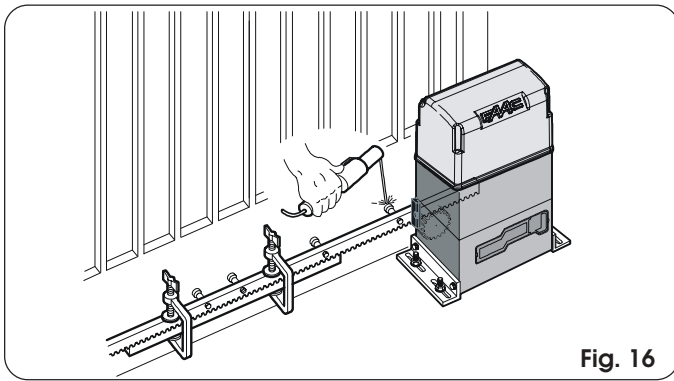

Fig. 16
- 5) Accostare un altro elemento di cremagliera al precedente utilizzando, per mettere in fase la dentatura dei due elementi, un pezzo di cremagliera come indicato in Fig. 16.